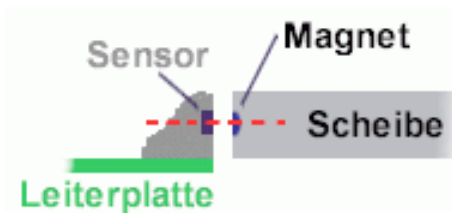

Abbildung 3 Korrekte Ausrichtung von Magnetring und Sensor.
- Dabei darauf achten, dass sich die Magnete in dem Magnetring auf Höhe des Sensors befinden, siehe Abbildung 3.